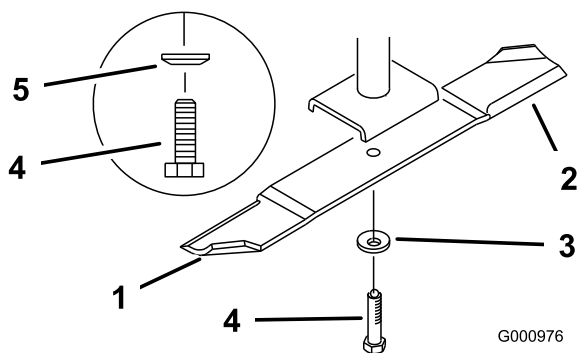

Figure 13
Important: La partie relevée de la lame doit faire face à l'intérieur du tablier de coupe (Figure 13).
1. Montez les lames neuves sur les axes avec les rondelles bombées et les boulons retirés précédemment (Figure 13).